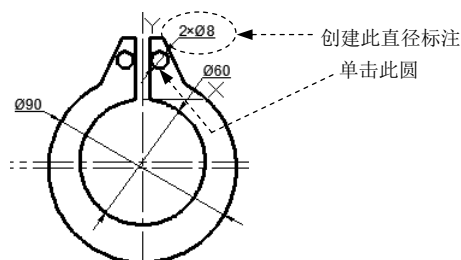

图 17.2.15 标注第三个圆
(3) 标注图 17.2.15 所示的第三个圆。按 Enter 键以重复直径标注命令, 单击图 17.2.15 中所示的圆, 在命令行中输入字母 M 后按 Enter 键, 接着输入 $2\times\%C8$ 后按 Enter 键, 在绘图区中的空白处单击, 再在绘图区合适的位置单击以确定尺寸放置的位置。